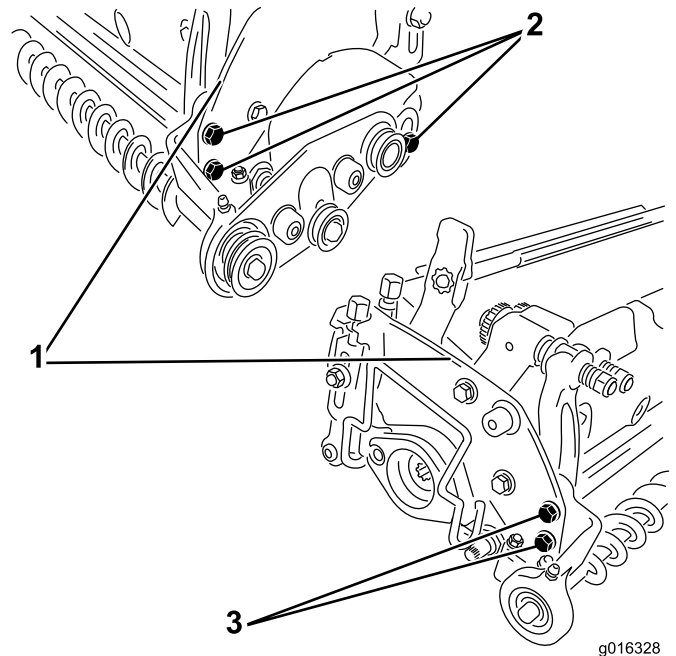

Bild 10
- A. Lösen Sie die Schrauben, mit denen die Bürstenstützen an den Schneideinheitsseitenplatten befestigt sind, siehe Bild 10.